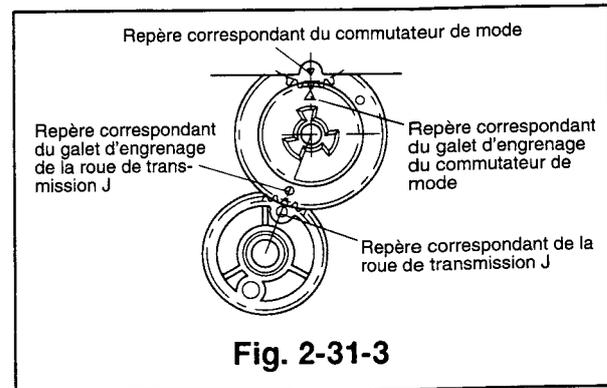

Fig. 2-31-3
- 3) Remettre la platine à l'endroit, s'assurer que le repère du galet de l'engrenage soit bien aligné avec celui de la roue de transmission J. (En retournant la platine, maintenir la roue de transmission J en place.) (Voir la Fig. 2-31-3)